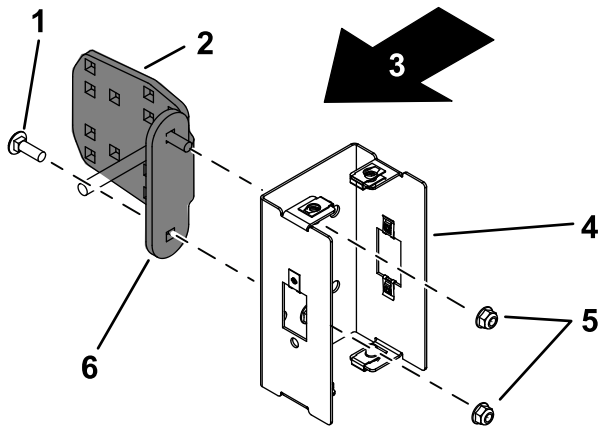
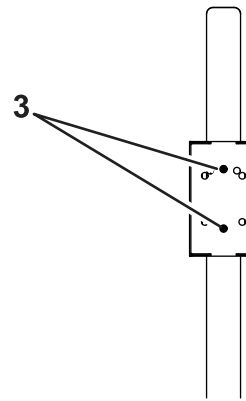
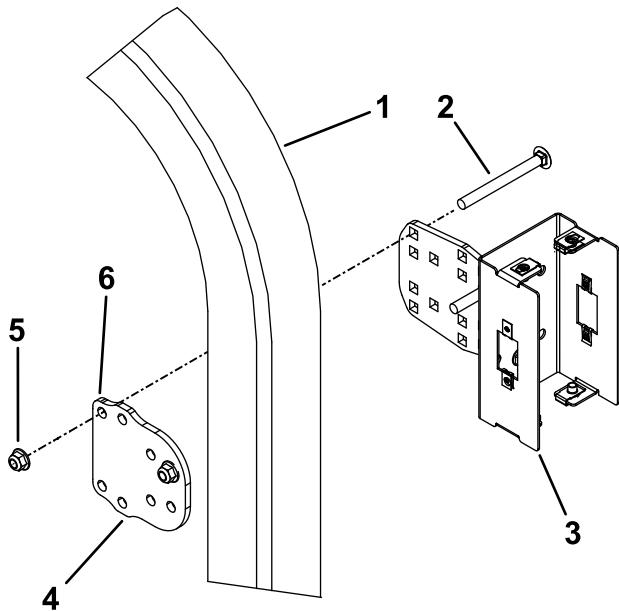

Figura 8
Figura 18
Figura 19
3. Determine los orificios a utilizar para instalar el soporte de montaje en el soporte de la luz y la posición en la barra antivuelco. Consulte la tabla siguiente, y la Figura 8 a la Figura 18.
4. Instale el soporte de montaje en el soporte de la luz, como se muestra en la Figura 8.
Nota: Asegúrese de que la pestaña del soporte de montaje está orientada correctamente (Figura 8).
Nota: Cada serie de máquinas tiene una ubicación específica en la barra antivuelco. Consulte la Figura 10 a la Figura 18.
- Monte el conjunto de luz en la barra antivuelco con el soporte de la barra antivuelco, 4 pernos de cuello cuadrado ($\frac{3}{8}$ " x 7.6 cm (3"), 10.2 cm (4") o 12.7 cm (5")) y 4 contratuercas con arandela prensada ($\frac{3}{8}$ "); consulte la Figura 10 a la Figura 18 y la Figura 19.